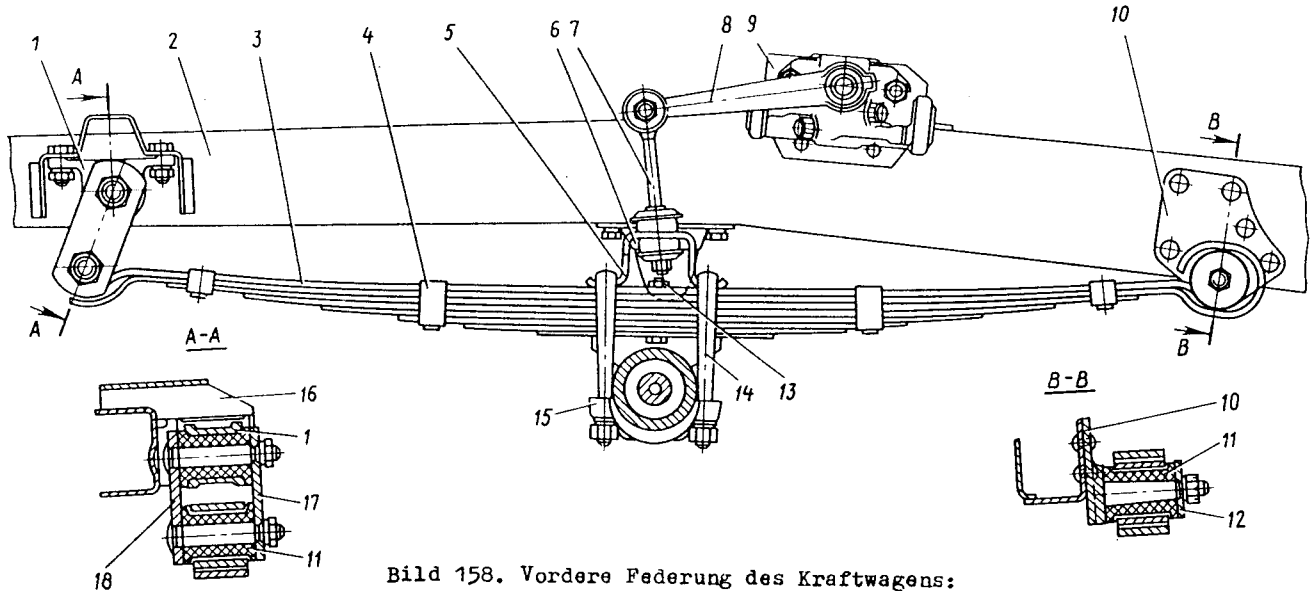

Bild 158. Vordere Federung des Kraftwagens:
Die Federung besteht aus vier halbelliptischen Längsfedern, die in Verbindung mit hydraulischen Zweiweg-Hebelstoßdämpfern arbeiten (Bild 158 und 159).
1. Federbügelmuttern losschrauben, Federbügel 14 (s. Bild 158), Unterlage 15 und Auflage 5 abnehmen.